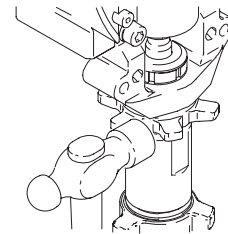

Fig. 11
6. Fig. 11. Skru sikringsmutteren (56) oppover på pumpen helt til den stopper. Trekk til sikringsmutteren for hånd, og bank den 1/8 til 1/4 omdreining med en 20 oz (567 g) (max.) hammer til ca. 75 ± 5 ft-lb (102 N·m).